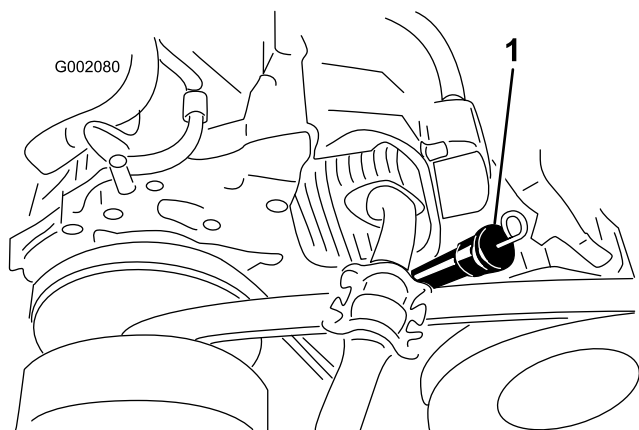

Рисунок 18
- Очистите поверхность вокруг заливной горловины тканью (Рисунок 18), чтобы загрязнения не могли попасть в заливное отверстие и привести к повреждению двигателя.
4. Извлеките масляный щуп и начисто протрите его (Рисунок 18).
5. Вставьте щуп в заливную горловину до упора (Рисунок 18).
8. Вставьте масломерный щуп до упора (Рисунок 18).